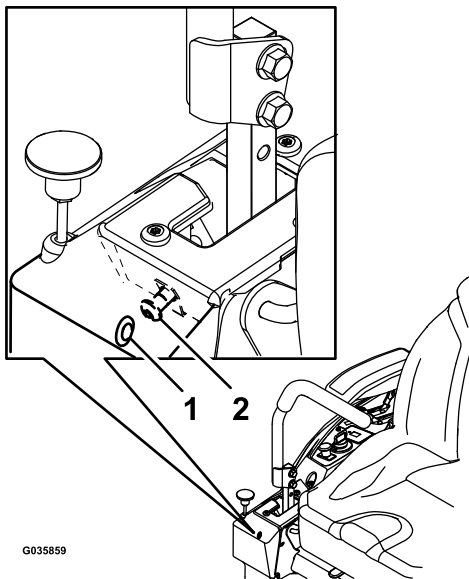

Bild 56
6. Wenn die Maschine nach rechts zieht, stecken Sie einen Sechskantschraubenschlüssel durch das Zugangsloch in der Abdeckungsplatte vorne rechts und drehen Sie die Spurweitenschraube nach rechts oder nach links, um das Spiel des Hebels einzustellen (**Bild 56**).
7. Wenn die Maschine nach links zieht, stecken Sie einen Sechskantschraubenschlüssel durch das Zugangsloch in der Abdeckungsplatte vorne rechts und drehen Sie die Spurweitenschraube nach rechts oder nach links, um das Spiel des Hebels einzustellen (**Bild 56**).